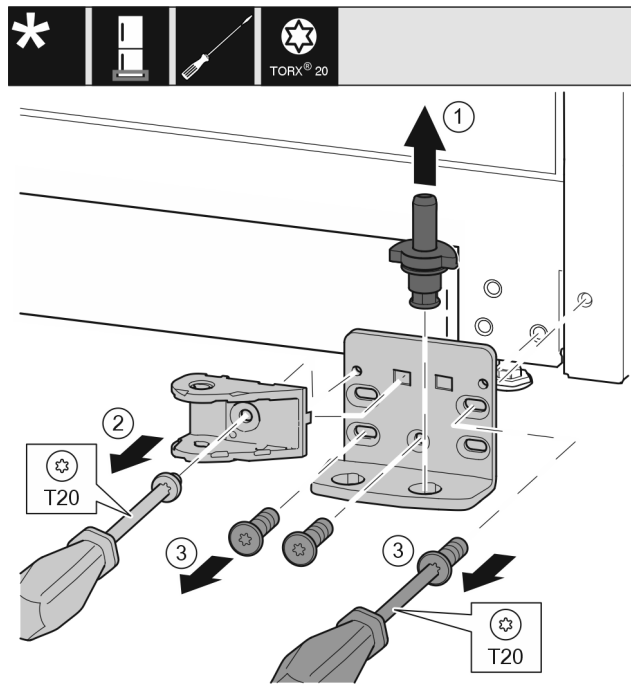

Fig. 30
- Pilnīgi izvelciet ārā uz augšu gultņa tapu Fig. 30 (1).
- Ar skrūvgriezi izskrūvējiet skrūvi Fig. 30 (2) un noņemiet durvju amortizatora savienojumu.
- Ar skrūvgriezi izskrūvējiet skrūves Fig. 30 (3) un noņemiet gultņa balstu.